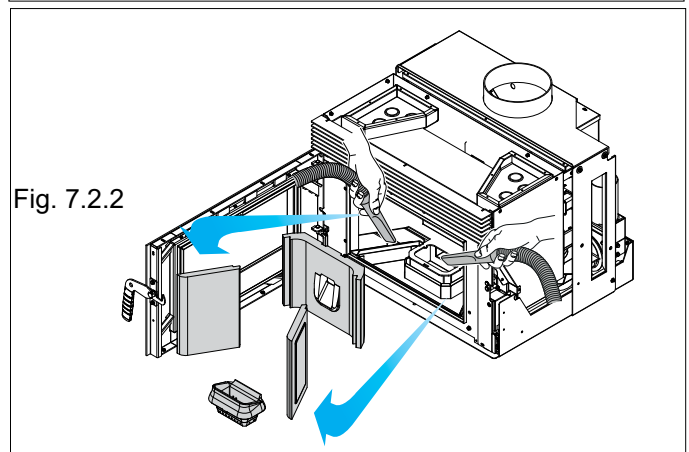

Fig. 7.2.2
- B) Quitar los refractarios del compartimiento del fuego y aspirar la ceniza restante (Fig. 7.2.2).